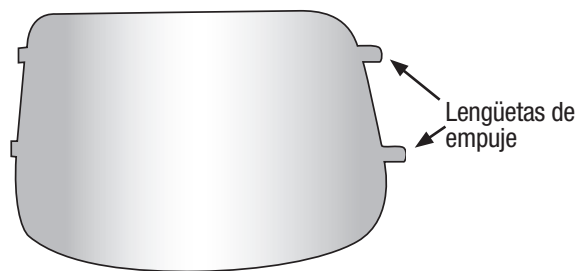

Fig. 19b
- b. Desde la parte frontal de la careta para soldar, empuja hacia afuera las lengüetas del visor de esmerilado ubicadas en el lado derecho y, así, quitar el visor transparente (Fig. 19b).